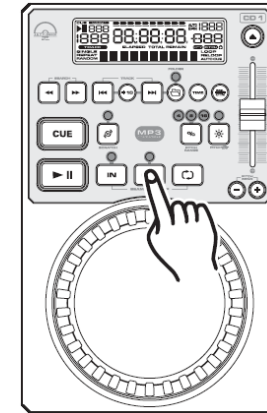

Bild 19
Drücken Sie den *OUT Button (10)*, um den Endpunkt Ihres nahtlosen Loops zu setzen (*Bild 19*). Die LEDs des *IN Buttons (10)* und des *OUT Buttons (10)* fangen sofort an zu blinken, um anzuzeigen, dass der Loop-Modus aktiviert wurde.